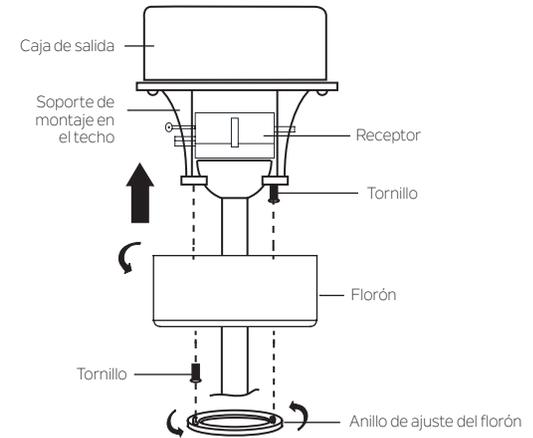

Figura 14
Paso 2. Deslice cuidadosamente el florón hacia arriba hasta el soporte de montaje del techo y coloque una de las ranuras del orificio de la llave en el florón, sobre el tornillo del soporte de montaje del techo. Gire el dosel hasta que la cabeza del tornillo se bloquee en su lugar en la sección estrecha del orificio de la llave. **(Figura 14)**
NOTA: Ajuste los tornillos según sea necesario hasta que el florón y el anillo de ajuste del florón queden firmemente ajustados. **(Figura 14)**